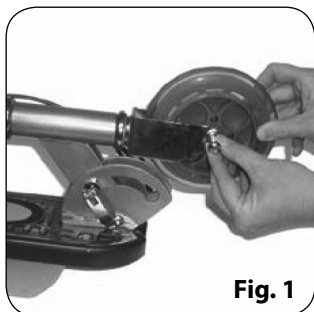

Fig. 1
2. Prenez la roue avant et montez-la sur les fourches du devant de la trottinette. Voir la Fig. 1.